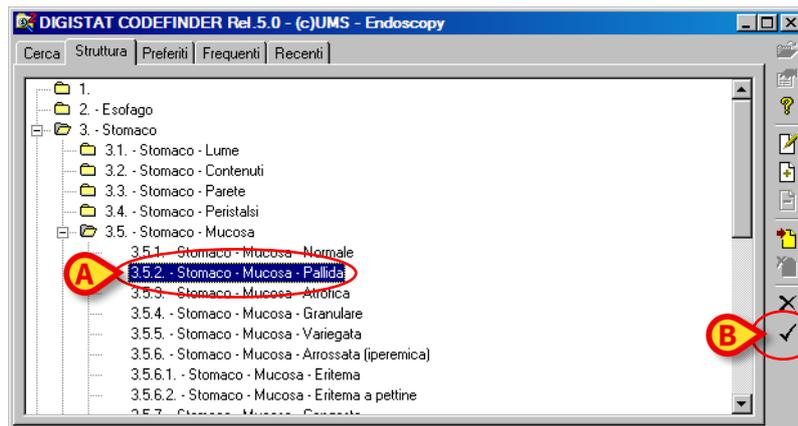

Fig 55 - Struttura: codice selezionato
Il codice selezionato è evidenziato in blu (Fig 55 **A**).
3. Cliccare il pulsante  per inserire il codice nel campo di riferimento (Fig 55 B).
La Fig 55, ad esempio, mostra una possibile navigazione all'interno della struttura dei codici ove si sia scelto di aprire la cartella "Stomaco", poi all'interno di essa si sia aperto la sotto-cartella "Stomaco - Mucosa" e si sia infine selezionato il codice "3.5.2 - Stomaco - Mucosa - Pallida" (Fig 55 A).